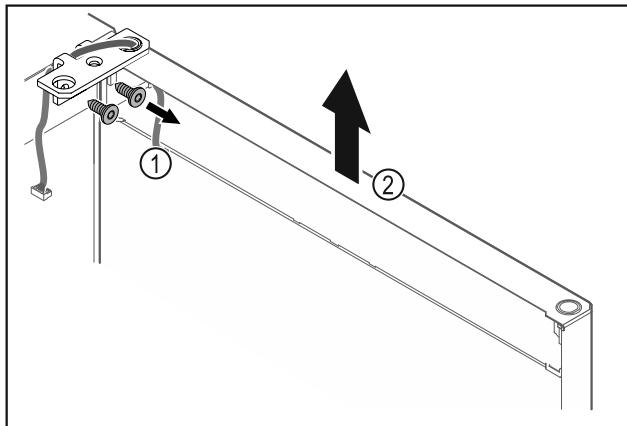

Fig. 26
- ▶ Odvijte kotnik tečaja vrat Fig. 26 (1).
- ▶ Vrata s kotnikom tečaja Fig. 26 (2) dvignite za približno 200 mm navzgor in jih snemite.